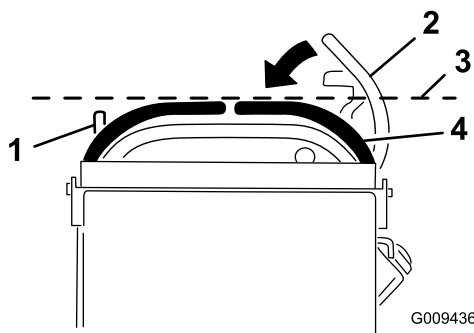

Figure 64
3. Abaissez le levier de commande de déplacement droit pour quitter la position de VERROUILLAGE AU POINT MORT (Figure 64).
4. Vérifiez que le levier de commande de déplacement droit s'aligne horizontalement sur le levier de commande de déplacement gauche (Figure 64).